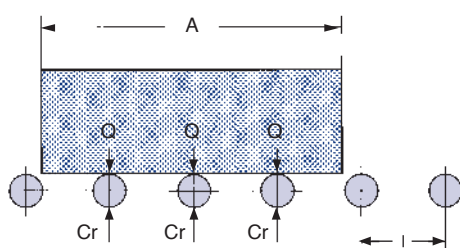

fig. 1
dove: – **Ka** = 1,5 [-] quando il numero dei rulli sottoposti al collo è **x** > 3 ed il piano d'appoggio è rigido-indeformabile, (fig. 1, pag. 8);
*where – **Ka** = 1,5 [-] when the number of support idlers is **x** > 3 and the pack surface is rigid and cannot be deformed, fig. 1, page 8,